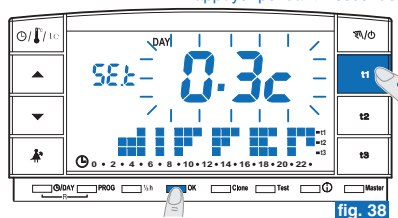
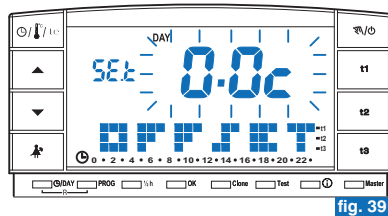

fig. 38
fig. 39
- Maintenir la touche **t1** appuyée, jusqu'à ce que la valeur configurée du différentiel s'affiche en **inscription clignotante** (exemple sur la fig. 38 - configuration d'usine **0.3°C**).
- Appuyer sur **OK** (fig. 38) pour passer à la configuration de la correction (Offset) (fig. 39).